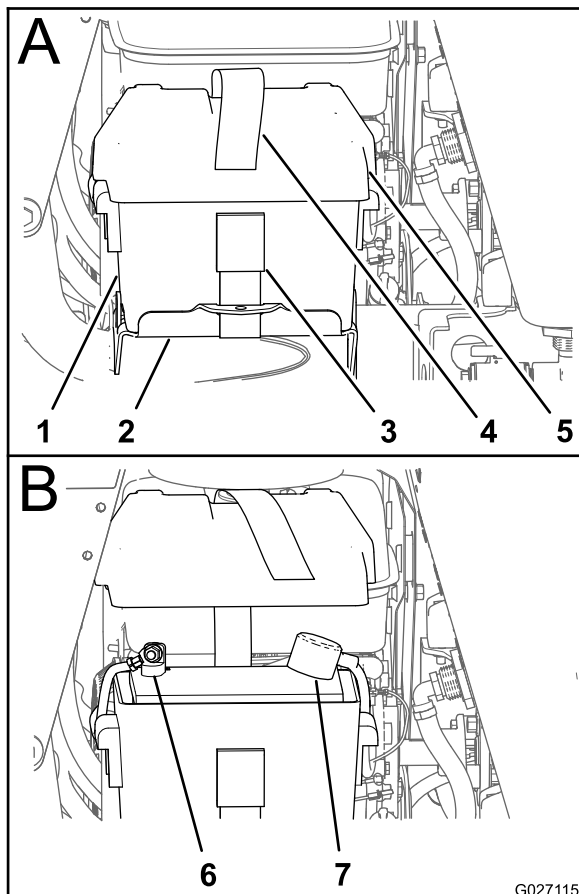

Figura 4
1. Retire la tapa de la batería de la caja de la batería (Figura 4).
2. Conecte el cable negativo de la batería al borne negativo (-) de la batería con un perno con arandela prensada y una tuerca con arandela prensada (Figura 4).
3. Instale la tapa de la batería en la caja de la batería y sujete la tapa y la caja a la bandeja de la batería con la correa de la batería (Figura 4).